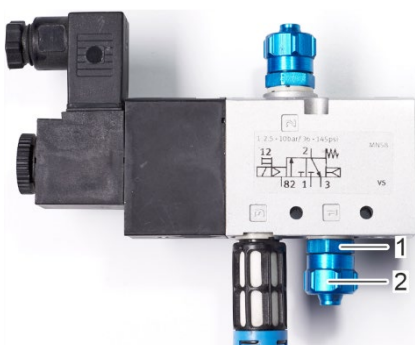

Figura 66: Aflojar la tuerca de unión en la conexión 1
11. Desenrosque la tuerca de unión (Figura 66/2) del perno roscado (Figura 66/2) de la conexión 2 de la electroválvula de 3/2 vías.